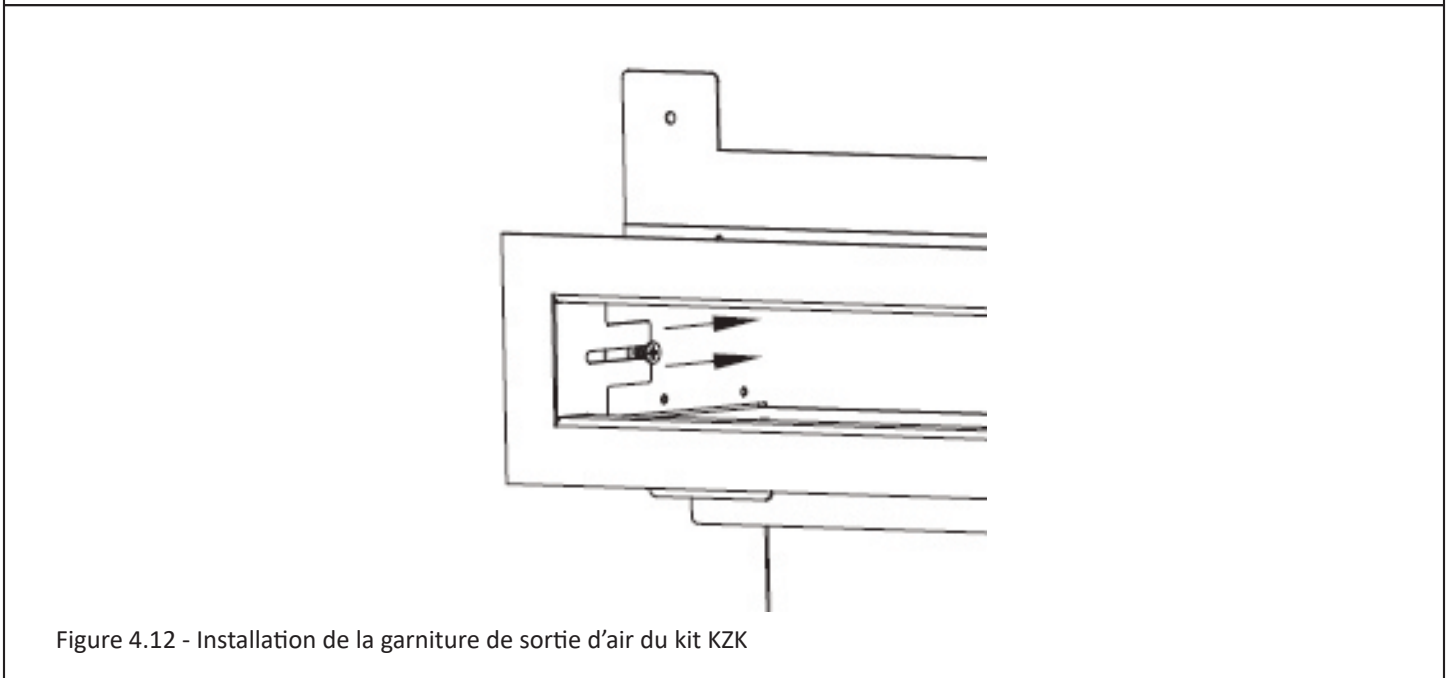

Figure 4.12 - Installation de la garniture de sortie d'air du kit KZK
9. Avec (2) vis, fixez la garniture de sortie d'air du plénum (fournie avec le kit). Voir la Figure 4.12.